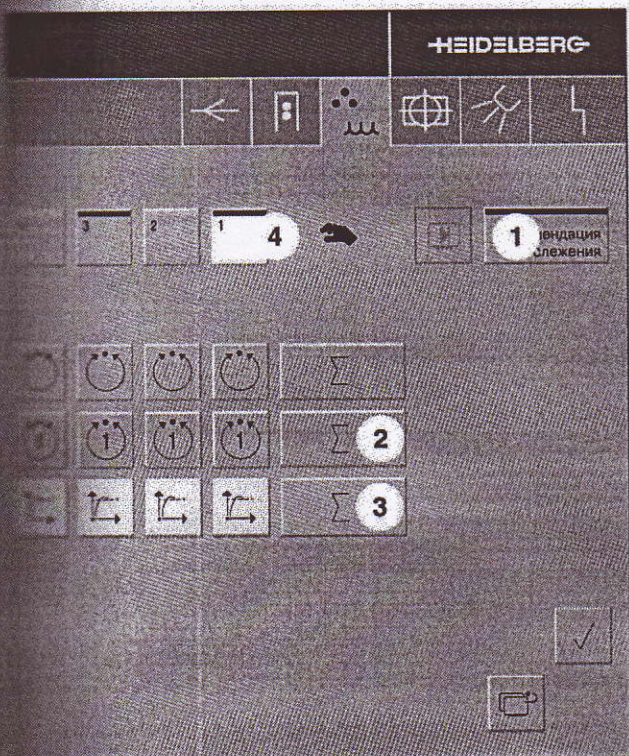

Рис. 64
- **Рекомендация слежения (Рис. 64/1)**
- **Автоматика слежением (Рис. 64/2)**
- **Ускоритель краски вкл./выкл. (Рис. 64/3)**
- **Индивидуальная настройка красочного профиля (Рис. 64/4).** При выборе необходимой печатной секции печатник имеет возможность прямого управления подачей краски, которая может определяться в каждой красочной зоне индивидуально.